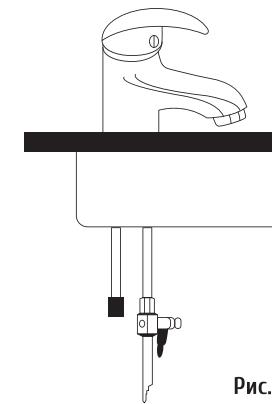

Рис. 2
- \* Рекомендуемое место установки переходника с шаровым краном показано на рис.2. Для соединения используйте гаечный или разводной ключ.